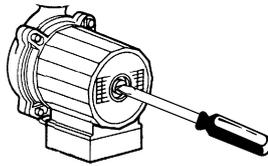

Bild 25:
- Nachdem Sie den Pumpenstopfen abgeschraubt haben, drehen Sie die Pumpenwelle (s. Bild 25)